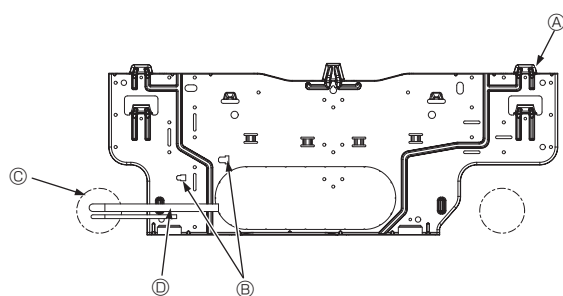

Fig. 3-5
- Ⓕ Piastra di montaggio ①
3.3. Inserimento dei tubi nella parete (Fig. 3-5)
- Ⓐ Piastra di montaggio ①